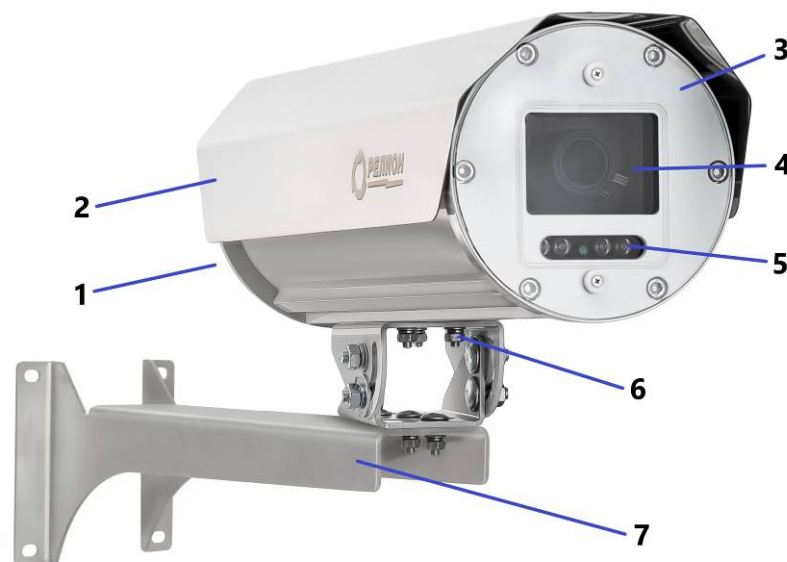

Рисунок 1
- Открутить болт крепления крепежно-юстировочного устройства (7) и отсоединить от него термокожух, рисунок 1.
- Открутить фиксирующие винты и отделить основание с кабельным вводом (1) от корпуса термокожуха, рисунок 1.
- Определить место установки и разметить место крепления крепежно-юстировочного устройства, рисунок 1.
- Закрепить крепежно-юстировочное устройство (7) к рабочей поверхности, рисунок 1.
- Основание с кабельным вводом (1) соединить с корпусом термокожуха и закрутить фиксирующие винты, рисунок 1.
- Установить термокожух на крепежно-юстировочное устройство (7) и зафиксировать при помощи болта (6), рисунок 1.